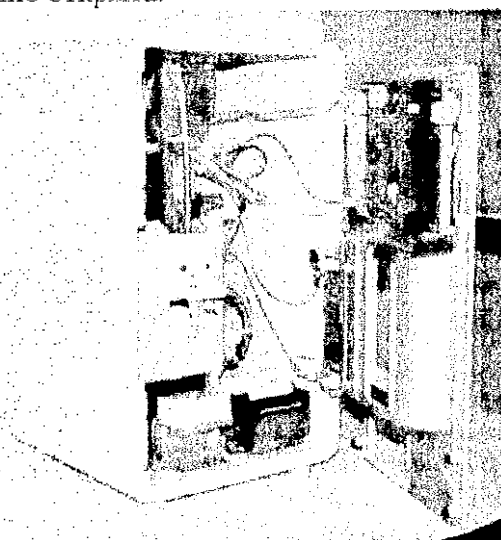

Рис. 112: Прибор с открытой передней панелью
11. Осторожно поставить переднюю панель справа (рис. 112).